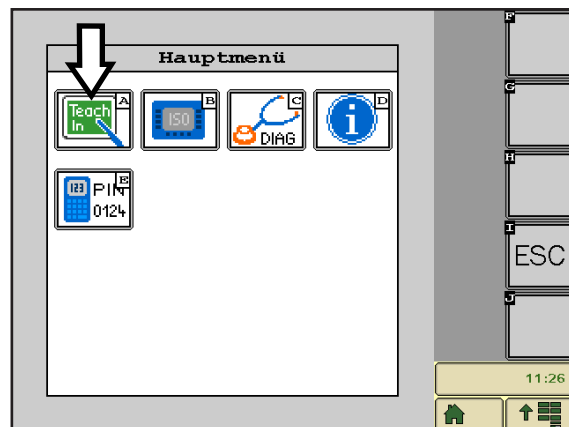

Abb. 6: Teach-Menü aufrufen
Tippen Sie im Hauptmenü auf das TeachIn-Symbol (A) (siehe Abb. 6), um das Teach-Menü zu öffnen.